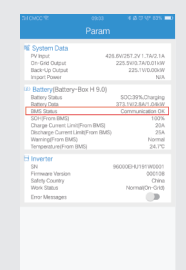

Fig. 8
**G** Una volta completati tutti i collegamenti e le impostazioni, verificare che la comunicazione della batteria sia OK in PV Master → Param → Stato BMS, che dovrebbe indicare «Comunicazione OK» (vedere Fig. 8).